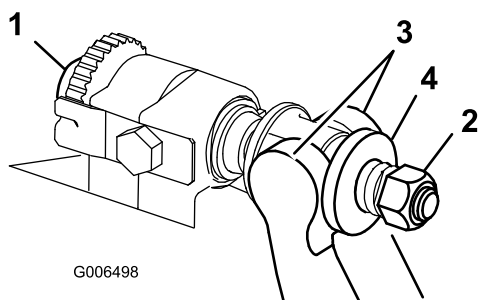

Figure 26
1. Tournez les vis de réglage de la barre d'appui dans le sens antihoraire pour éloigner la contre-lame du cylindre (Figure 26).
2. Faites sortir l'écrou de tension du ressort jusqu'à ce que la rondelle ne soit plus tendue contre la barre d'appui (Figure 26).